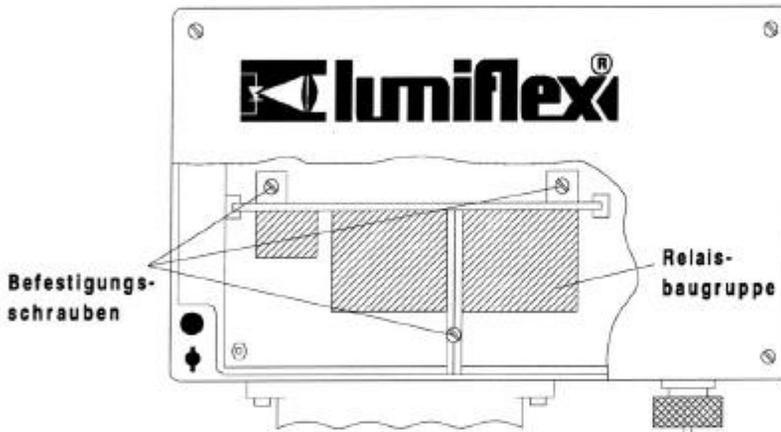

Abbildung 13-2 Zum Ausbau der Relaisbaugruppe sind die 3 Befestigungsschrauben zu lösen
2. Die drei Befestigungsschrauben der Relaisbaugruppe lösen (Abbildung 13-2)